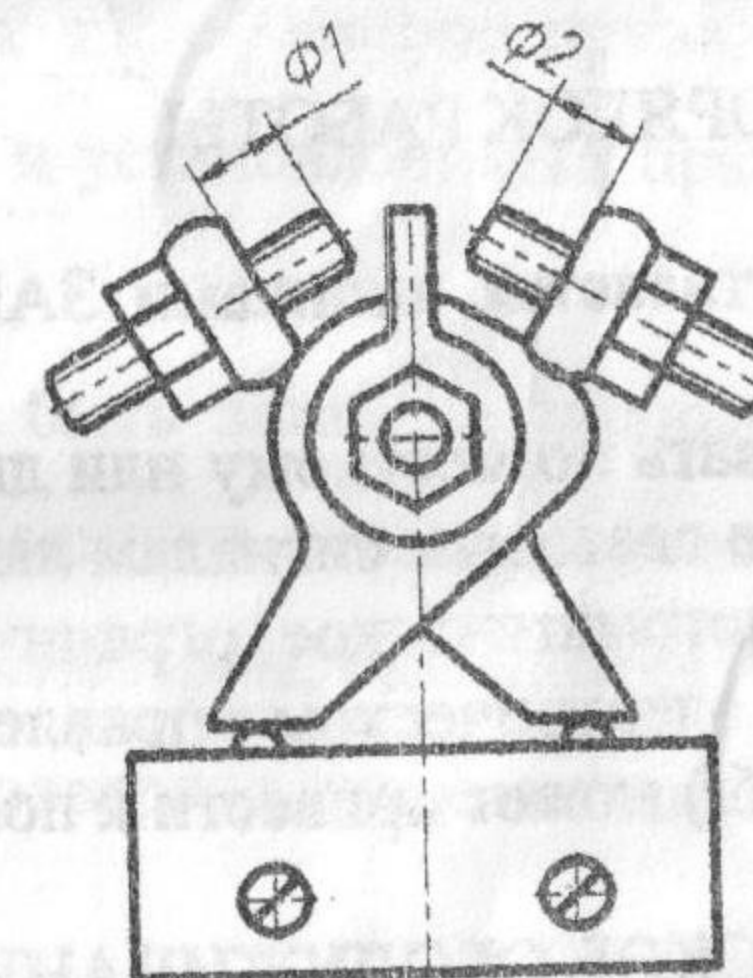
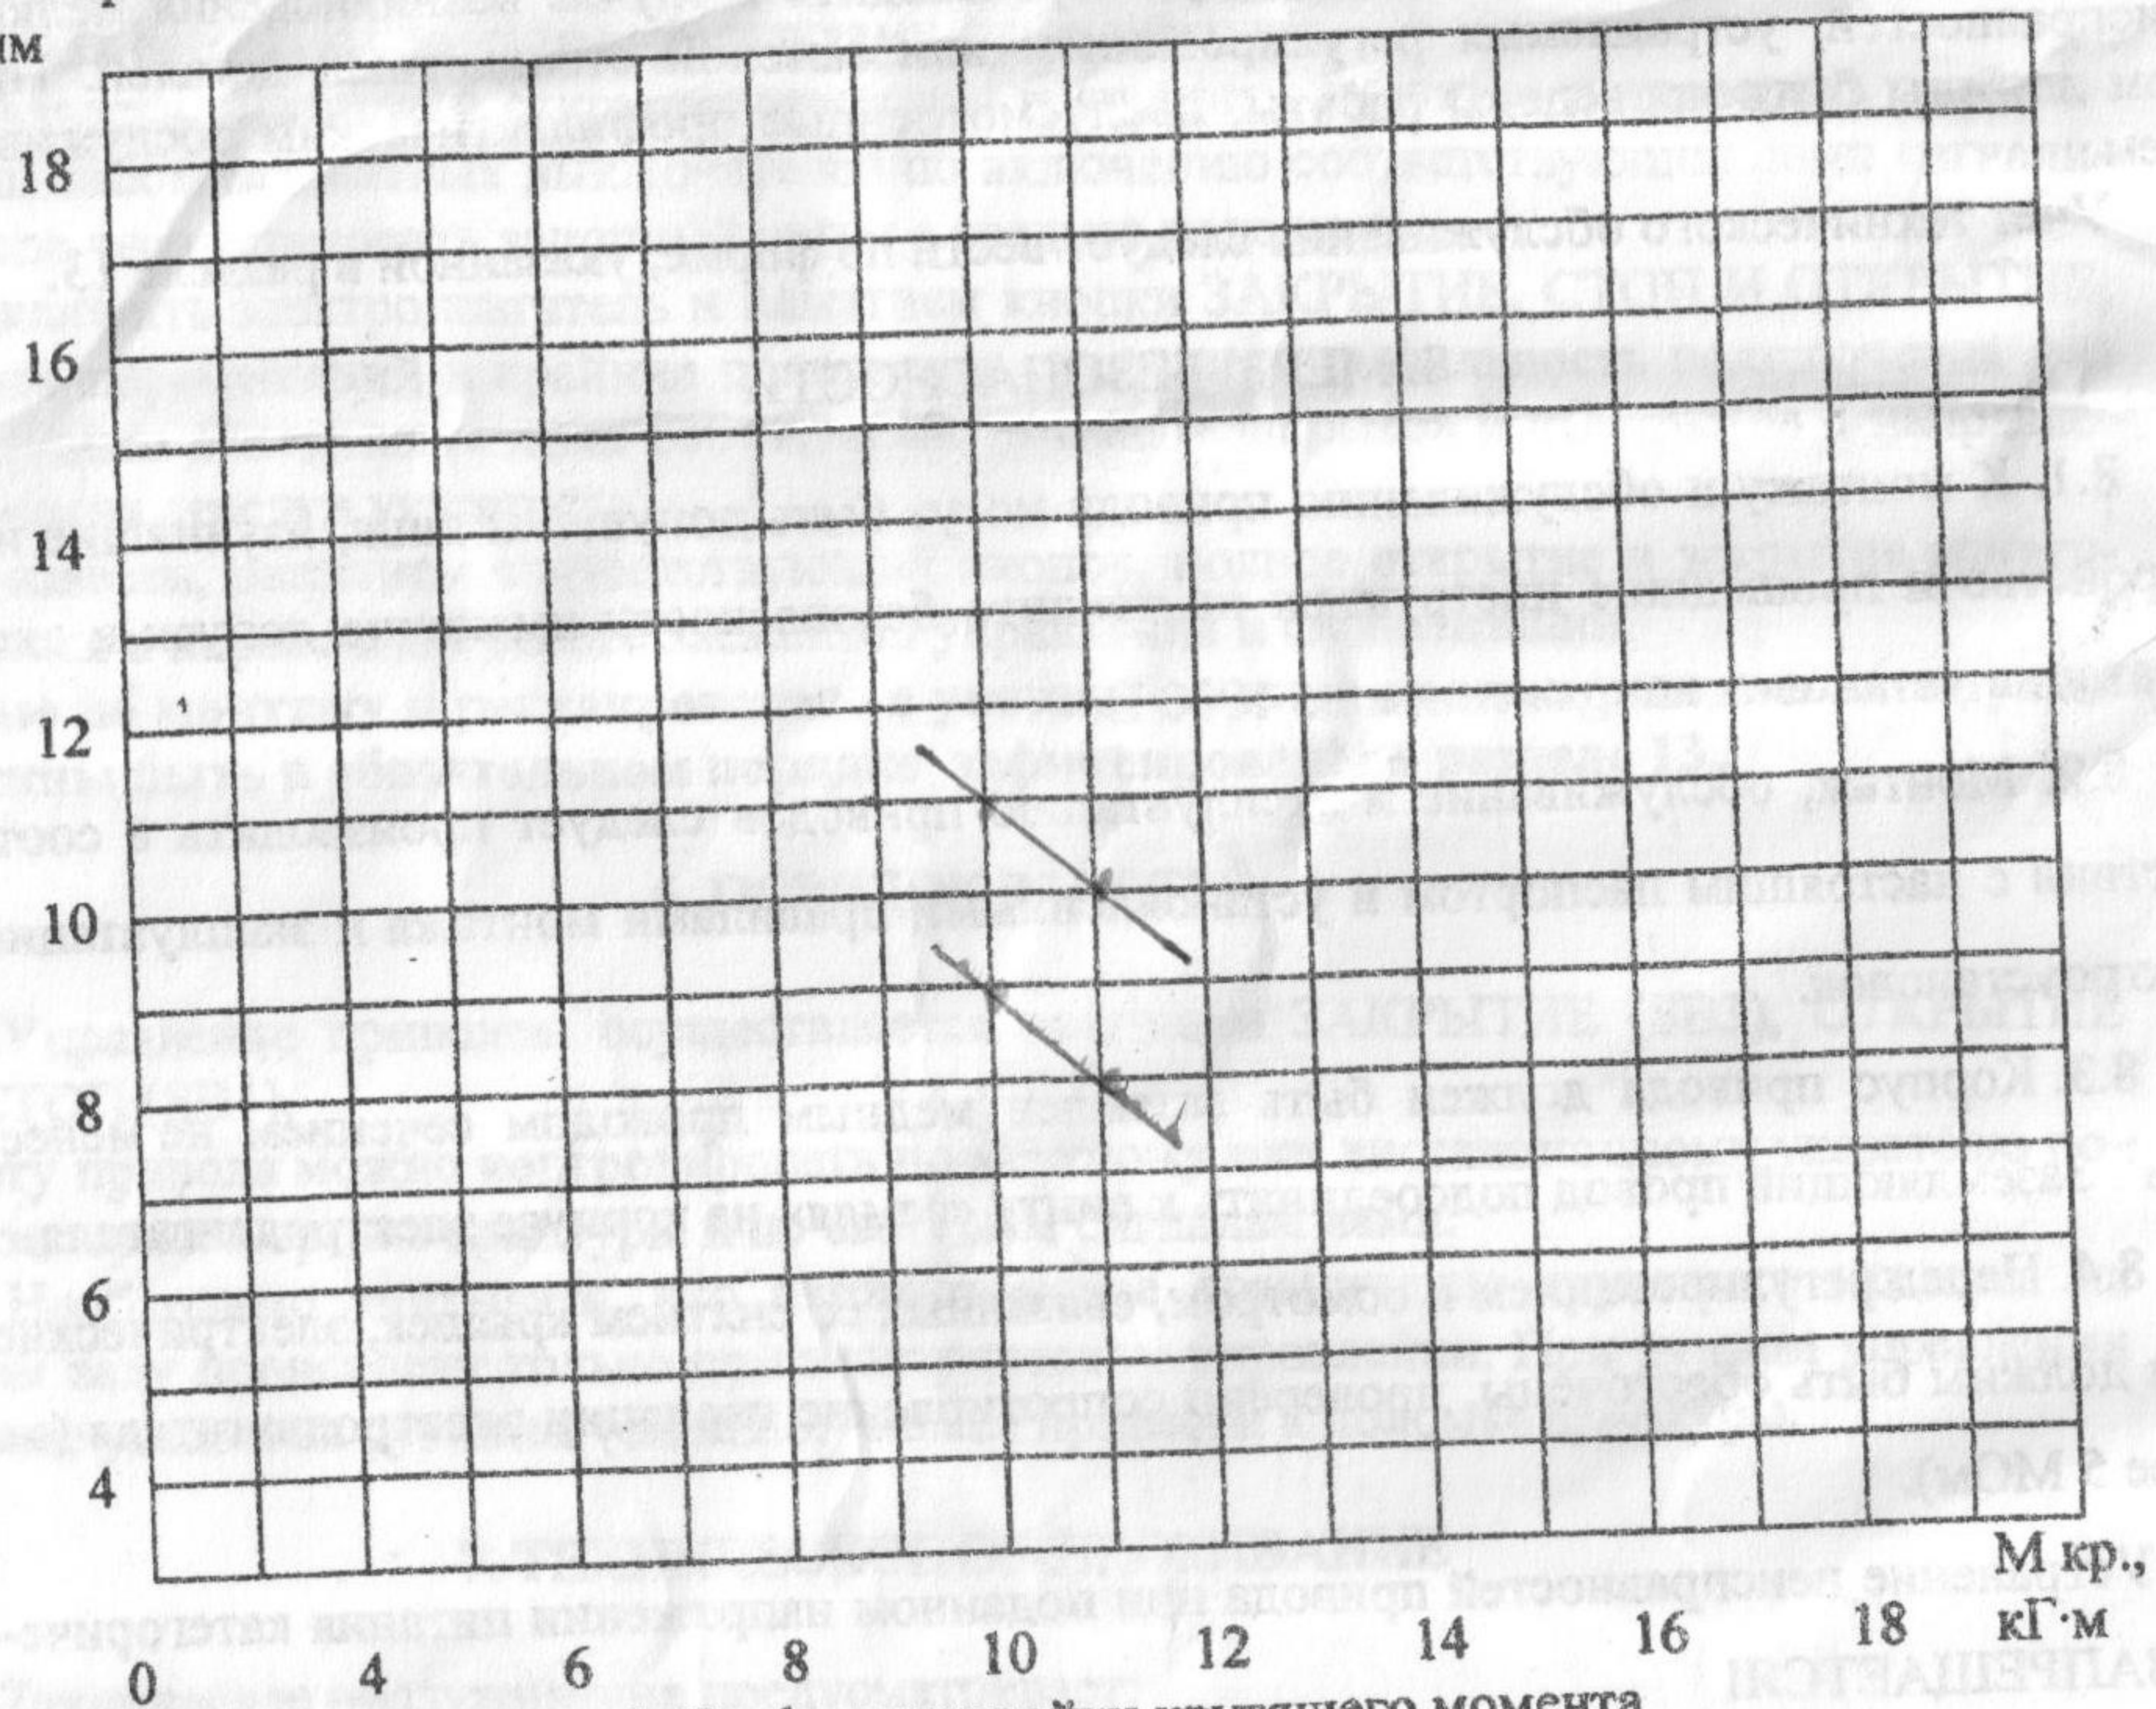

Рис. 4. Регулирование муфты крутящего момента
Рис. 5. График настройки крутящего момента
5.9 Регулирование муфты крутящего момента выполняется установкой размера \varnothing (рис.4). Размер \varnothing следует устанавливать в зависимости от требуемого крутящего момента по графику (рис.5) с точностью «плюс-минус» 0,2 мм. Линии графика, определяющие зависимость размера \varnothing от крутящего момента, для разных направлений вращения могут не совпадать и проводятся в виде двух линий: первая «З» – для закрывания, вторая «О» – для открывания.